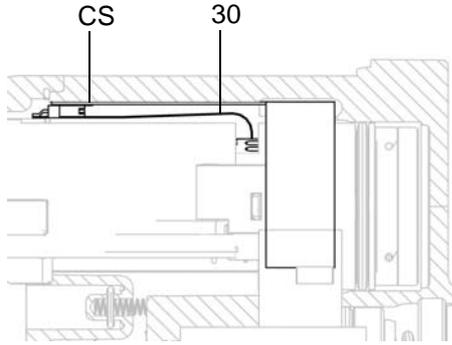

FIG. 36. Esnek Devrenin Bağlanması
- Güç kaynağı/türbin donanımını tabancanın gövdesine (10) takın. Topraklama şeritlerinin (EE) tabanca gövdesine temas ettiğinden emin olun.
Yalnızca akıllı modellerde: 6 pinli esnek devrenin (30) konektörünü tabanca gövdesi üstündeki soket (CS) ile hizalayın. Bkz. FIGURE 36.